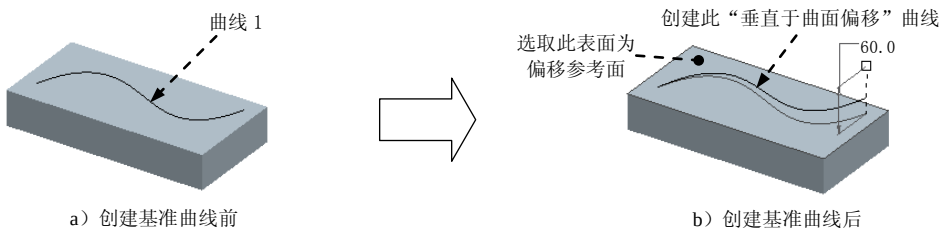

图 3.3.17 垂直于曲面创建偏移基准曲线
Step2. 选取图 3.3.17 a 所示的曲线 1。
Step4. 在图 3.3.19 所示的操控板中选择  按钮，然后单击 **选项** 选项卡，在其界面中单击“图形”文本框中的“单位图形”字符，然后在模型树中选择  图形1 特征；再在操控板的文本框中输入偏移曲线的端点偏移平面的距离值 60.0，即产生图 3.3.17 b 所示的偏移曲线；单击操控板中的“完成”按钮 .